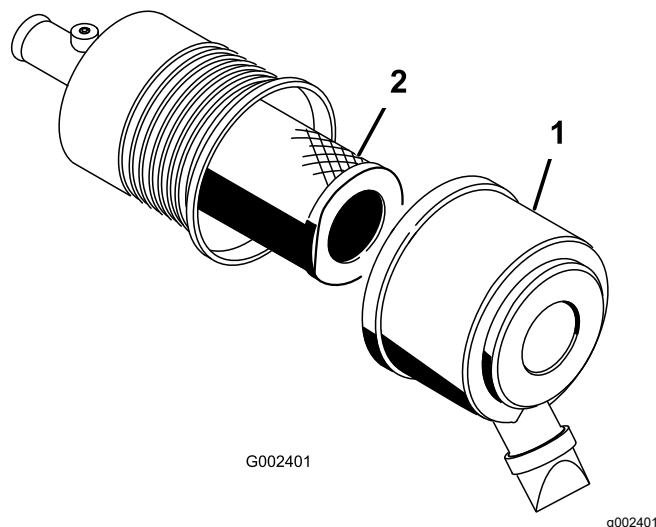

Figura 40
1. Liberte os trincos do filtro de ar e puxe a tampa para fora do corpo do filtro (Figura 40).
3. Deslize suavemente o filtro para fora do corpo do filtro (Figura 40).
5. Deslize cuidadosamente o filtro sobre o tubo do corpo (Figura 40).
6. Instale a tampa do filtro de ar com o lado virado para cima e prenda os trincos (Figura 40).